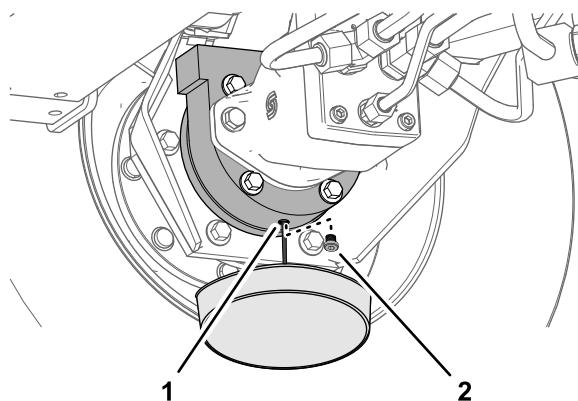

Figura 93
6. Mettete una bacinella sotto la scatola del freno, togliete il tappo di spurgo e lasciate defluire completamente l'olio (Figura 93).